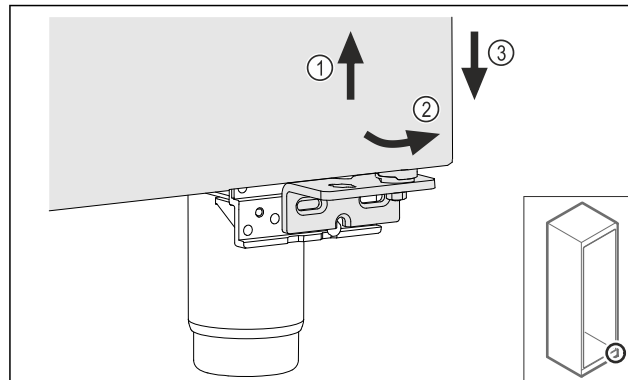

Fig. 21
- ▶ Unieść lekko drzwi Fig. 21 (1), dół przechylić do przodu Fig. 21 (2) i opuścić Fig. 21 (3).